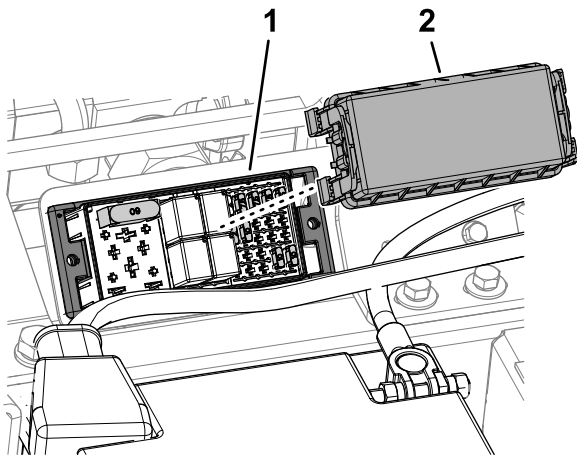

Figura 58
2. Remova a cobertura do bloco de fusíveis (Figura 58)
5. Instale a cobertura do bloco de fusíveis (Figura 58).